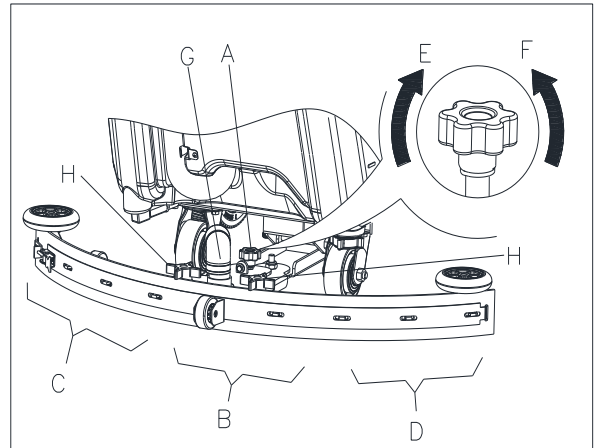

Abbildung 11
1. Installieren Sie das Abziehgummi und schrauben Sie die Mutter (H, Abb. 11) nach oben. Stecken Sie nun den Saugschlauch (G) an das Abziehgummi.
2. Stellen Sie das Abziehgummi über Einstellgriff ein (A, Abb. 11).
- a) Bei einer Lücke zwischen dem Boden und dem Abziehgummi (B) wird der Knopf (A) gegen den Uhrzeigersinn in Richtung (F) gestellt, bis das gesamte Abziehgummi guten Bodenkontakt aufweist und das vordere Blatt den Boden leicht berührt, das hintere fest den Boden berührt.
- b) Bei einer Lücke zwischen dem Boden und beiden Blattenden (C und D) wird der Knopf (A) im Uhrzeigersinn in Richtung (E) gestellt, bis beide Abziehgummi guten Bodenkontakt aufweisen und das vordere Blatt den Boden leicht berührt.